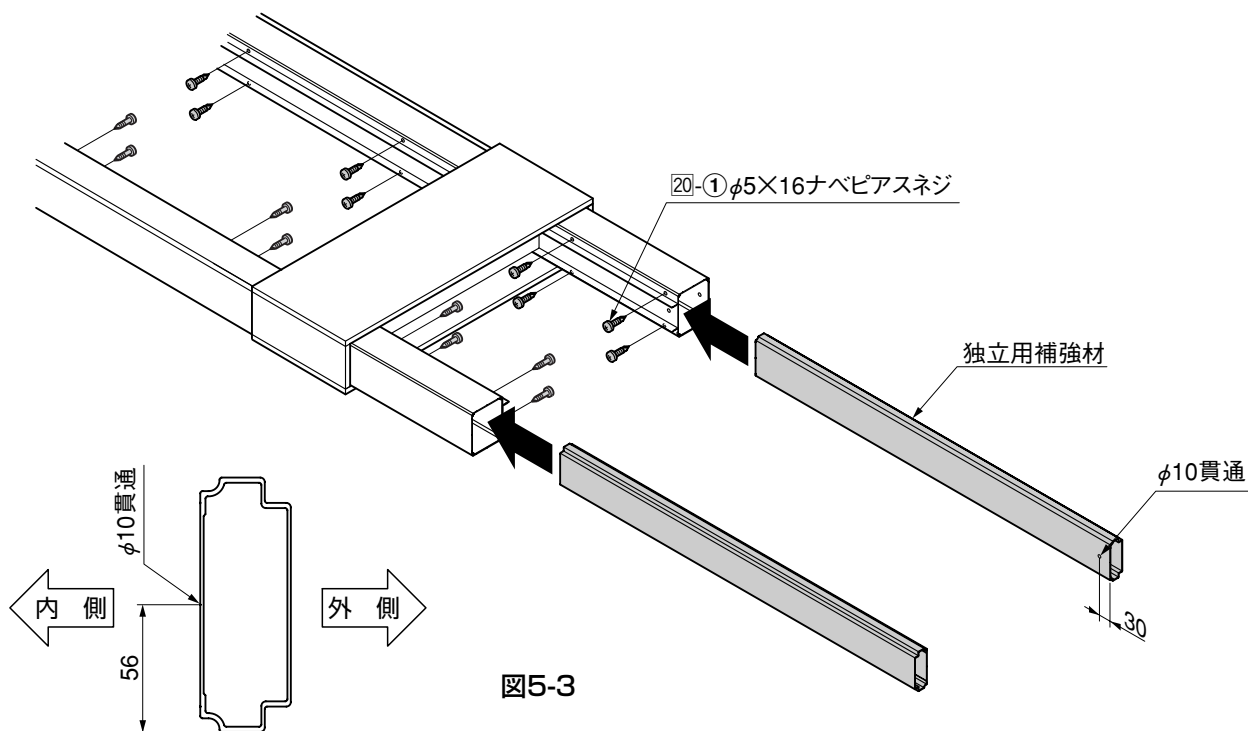

図5-3
- ③ 独立用補強材にφ10貫通孔をあけてください。(図5-3、図5-4参照)
- ② 独立用補強材を芯材内に挿入し、20-①で固定してください。(図5-3参照)